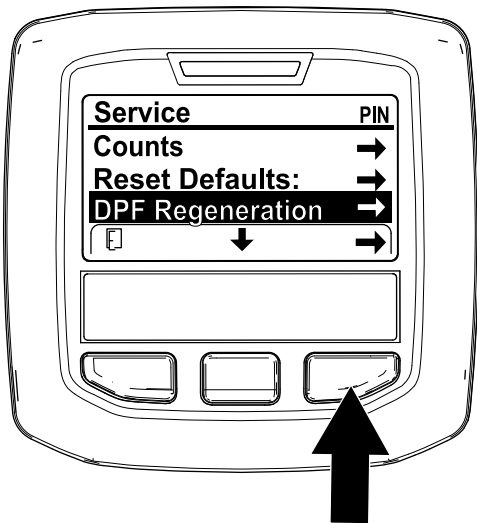

Figura 31
- Accedete al menu Manutenzione (Service) e premete il pulsante centrale per scorrere il menu verso il basso fino all'opzione DPF REGENERATION (Figura 31).
- Premete il pulsante destro per selezionare la voce DPF Regeneration (Figura 31).